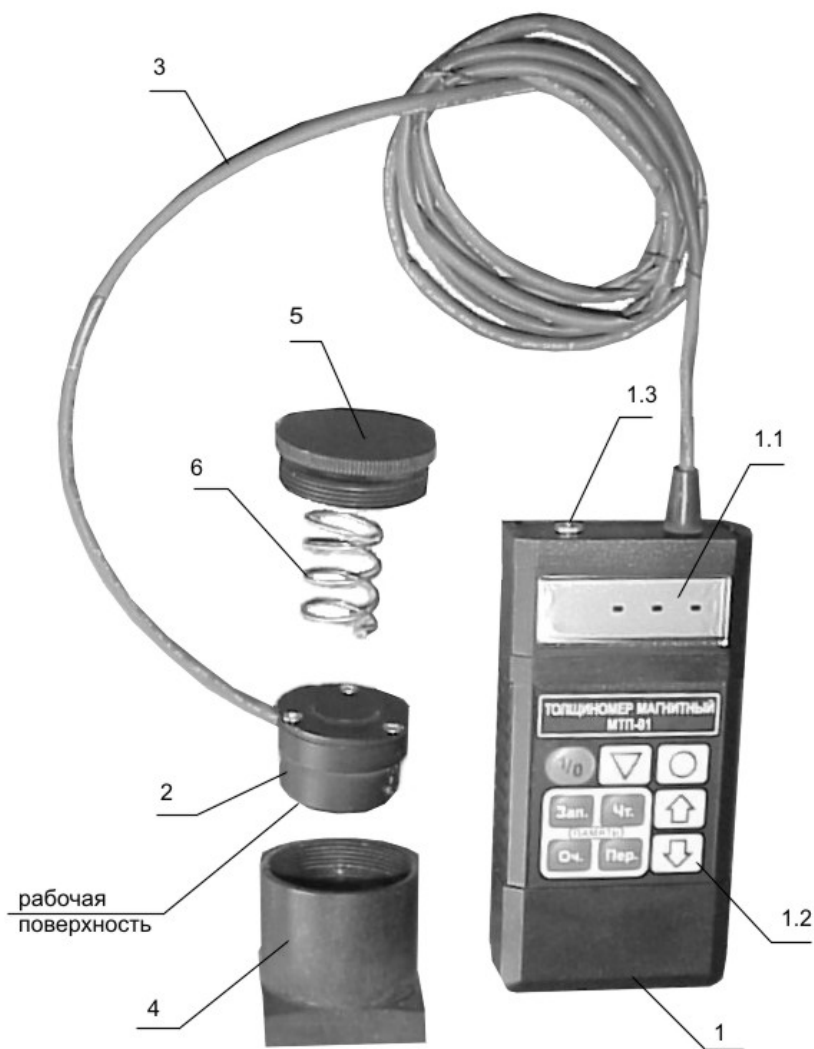

Рис. 1.2 Общий вид толщиномера магнитного МТП-01
1.3.3 Внешний вид толщиномера показан на рис. 1.2. Толщиномер состоит из электронного блока 1 и измерительного преобразователя 2, соединенных гибким кабелем 3. Подсоединение кабеля 3 к электронному блоку может быть как фиксированным, так и с помощью разъема.
2.1.3 Если в дальнейшем во время работы возникнет необходимость проведения измерений на криволинейной поверхности, то желательно установить призму на измерительный преобразователь. Для ее установки необходимо (см. рис. 1.2):